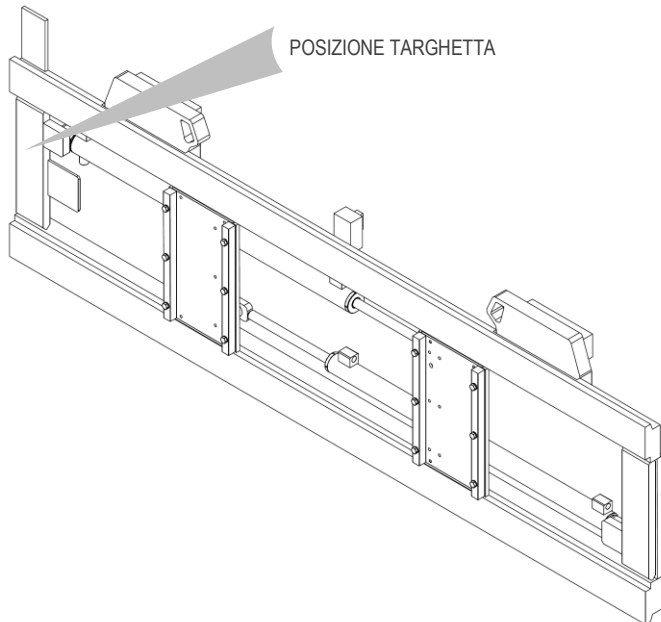
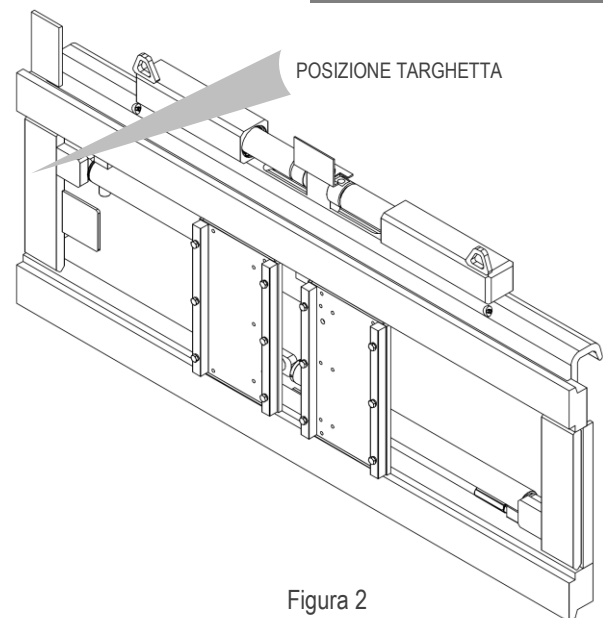

Figura 1
Figura 2
Tutte le attrezzature A.T.I.B. - POSIZIONATORE FORCHE TIPO 675 | 676 vengono identificate mediante targhetta adesiva (vedi *Tabella 1*) posizionata sull'attrezzatura (vedi *Figura 1 e Figura 2*), fare sempre riferimento al numero di matricola.
5. Per la movimentazione devono essere utilizzate cinghie o catene opportunamente dimensionate rispetto al peso dell'attrezzatura indicato in targhetta (vedi *Figura 1* e *Tabella 1* a pag.6).
10. Collegare il circuito idraulico, assicurandosi che la pressione di esercizio delle tubazioni sia superiore o uguale a quella indicata sulla targhetta di identificazione (vedi *Figura 1* e la *Tabella 1* a pag.6).
6. Per la movimentazione devono essere utilizzate cinghie o catene opportunamente dimensionate rispetto al peso dell'attrezzatura indicato in targhetta (vedi *Figura 2* e la *Tabella 1* a pag.6).